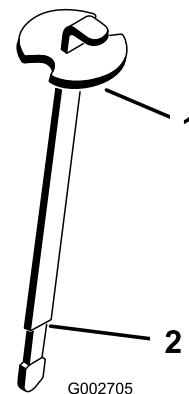

図 16
3. 補給口の首からディップスティックを抜き、きれいなウェスでていねいに拭う。もう一度首に差し込んで引き抜き、オイルの量を点検する。マーク位置 (ディップスティックのくびれている所) まであればよい (図 16)。